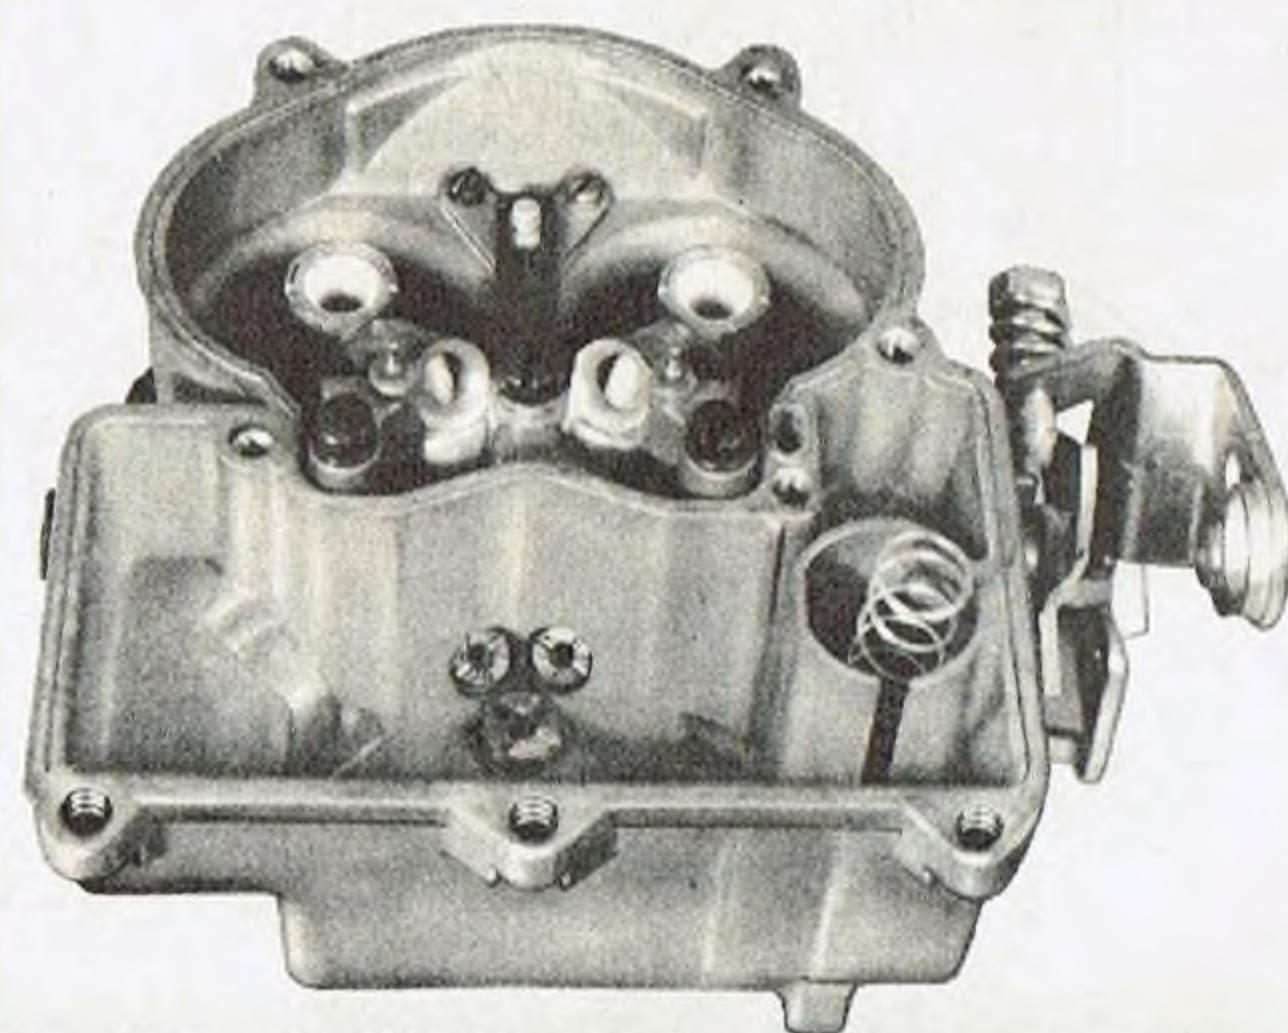

Fig. 32R—Remoción de Retén de Resorte de Descarga de Bomba
- 4) Usando un par de pinzas de puntas largas, quite el retén del resorte de descarga de la bomba. Luego podrán quitarse también el resorte y la bola de retención (Fig. 32R).